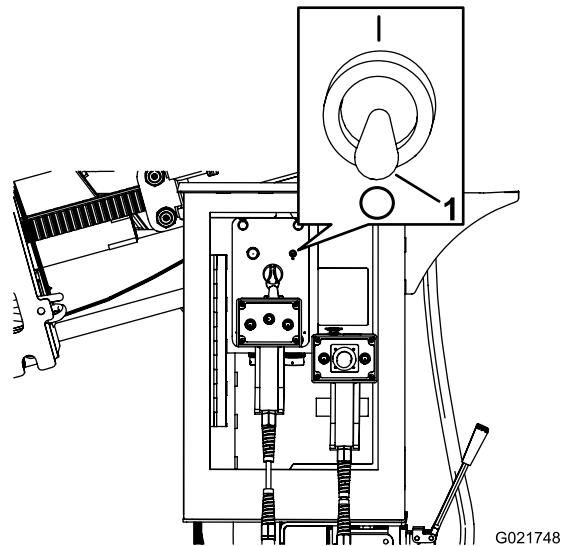

Figure 153
2. Vérifiez que la commande du tuyau d'arrosage auxiliaire est en position arrêt (O) (Figure 153).